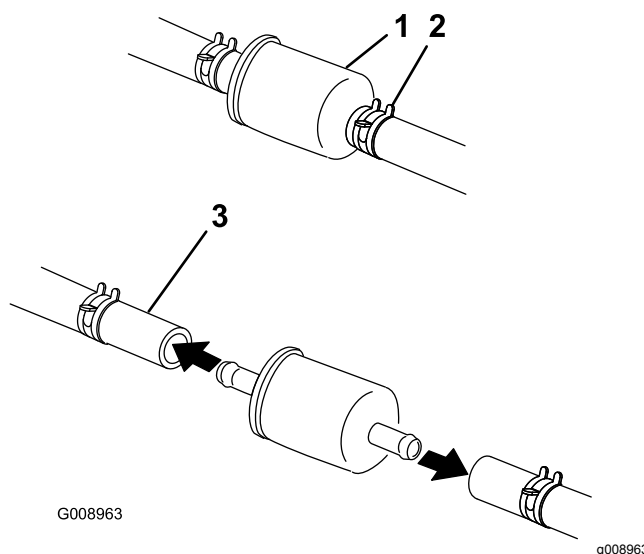

Figure 60
5. Fermez le robinet d'arrivée de carburant sous le siège (Figure 60).
6. Pincez les extrémités des colliers et éloignez les colliers du filtre (Figure 60).
8. Posez un filtre neuf et rapprochez les colliers de fixation du filtre (Figure 60).